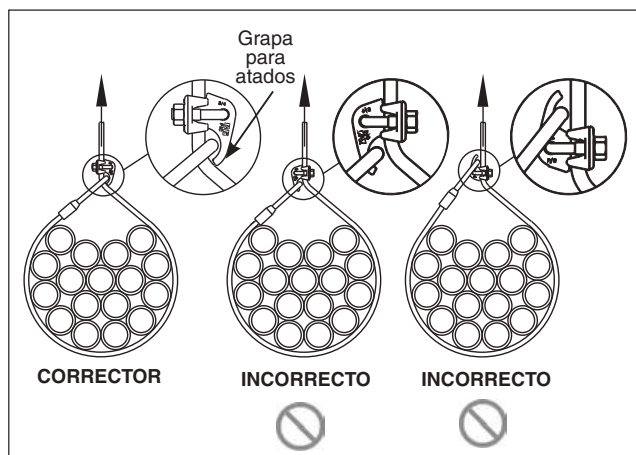

Figura 3
Ciertas condiciones (tales como una variación extrema en el tamaño del enlace) pueden hacer que el ojo del enlace se desenganche de la grapa para atados y permitir que el ojo se separe o se coloque debajo de la grapa (ver Figura 3). Si esto ocurre, se debe quitar la grapa para atados y colocarla en la posición correcta.
- No use la grapa para atados para formar un enganche. (ver Figura 3).
3. Luego de la carga inicial, instale la grapa para atados en la orientación correcta, con la parte curvada (la punta de la grapa para atados) sobre el ojo de la eslinga. Inserte el perno en U a través de la grapa para atados. Coloque correctamente la base sobre el perno en U e instale las tuercas (ver Figura 3). Use una llave de torque para un ajuste parejo, alternando una tuerca y la otra hasta que la parte curvada asiente en el cable y en la base de la grapa y se alcance la torsión recomendada (ver Tabla 1).